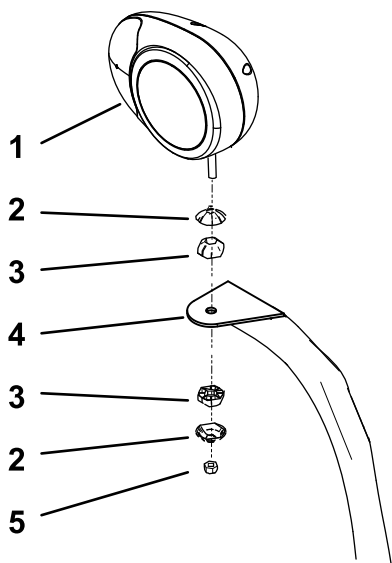

Figura 3
5. Fissate i fari sinistro e destro ai supporti dei fari (Figura 3) con i dispositivi di fissaggio in dotazione con le luci.